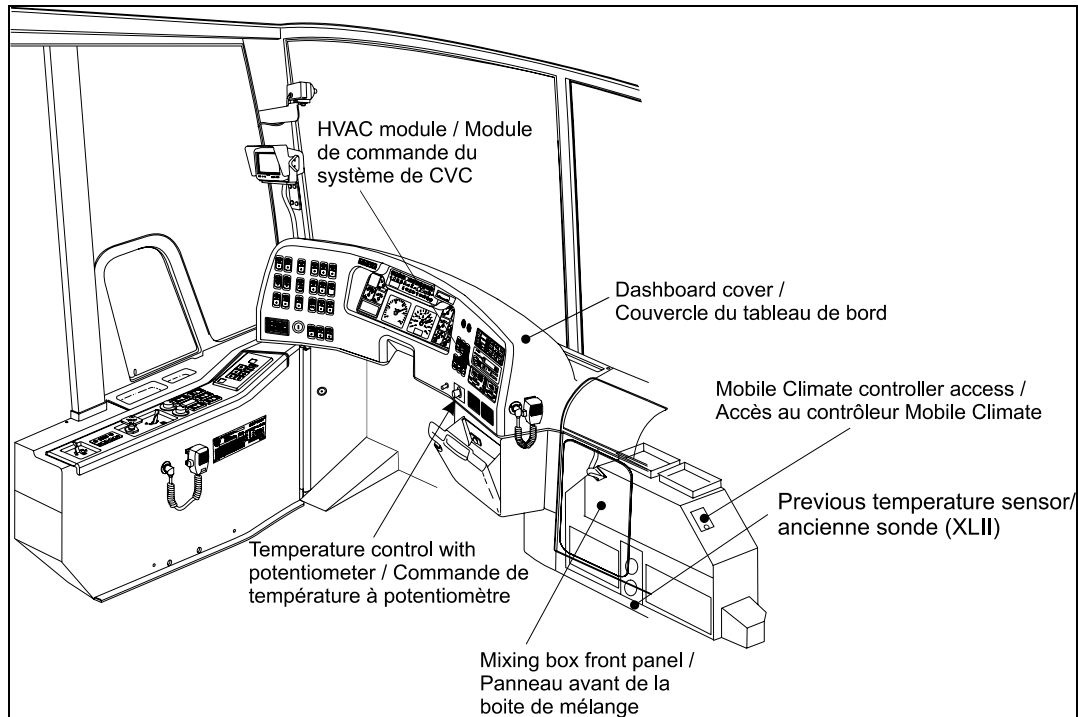

FIGURE 1
1. Enlever le couvercle du tableau de bord (figure 1).
2. Retirer le panneau d'accès à la boîte de mélange de l'unité de chauffage/dégivrage avant (figure 1).
3. Retirer le panneau avant de la boîte de mélange (figure 1) l'ancienne sonde est située dans le retour d'air de la boîte de mélange.
12. Pour le véhicule de série H3 W2234 seulement, ainsi que ceux compris entre W2285 et X2904, remplacer le contrôleur Mobile Climate actuel par le nouveau Mobile Climate #871139. Le contrôleur Mobile Climate est situé à l'intérieur de la boîte de mélange (figure 1).
13. Si votre véhicule est muni d'un régulateur de température de dégivrage à potentiomètre (voir figure 1 pour identifier le potentiomètre), passer directement à la partie B.
1. Retirer le panneau d'accès à la boîte de mélange de l'unité de chauffage/dégivrage avant (figure 1).
2. Retirer le panneau avant de la boîte de mélange (figure 1) l'ancienne sonde est située dans le retour d'air de la boîte de mélange.